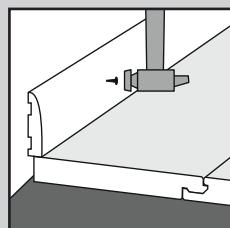

Figure. 4
- Continuez la pose des lames dans la pièce jusqu'à ce que la rangée soit terminée à l'aide d'un rouleau à main (Figure 4). Seulement s'il est nécessaire de le faire, utiliser un maillet en caoutchouc et une chute du produit pour taper délicatement sur le produit. Un tire-lame peut être utilisé pour tirer l'ensemble du revêtement de sol le long des bords de la pièce (Figure 5).